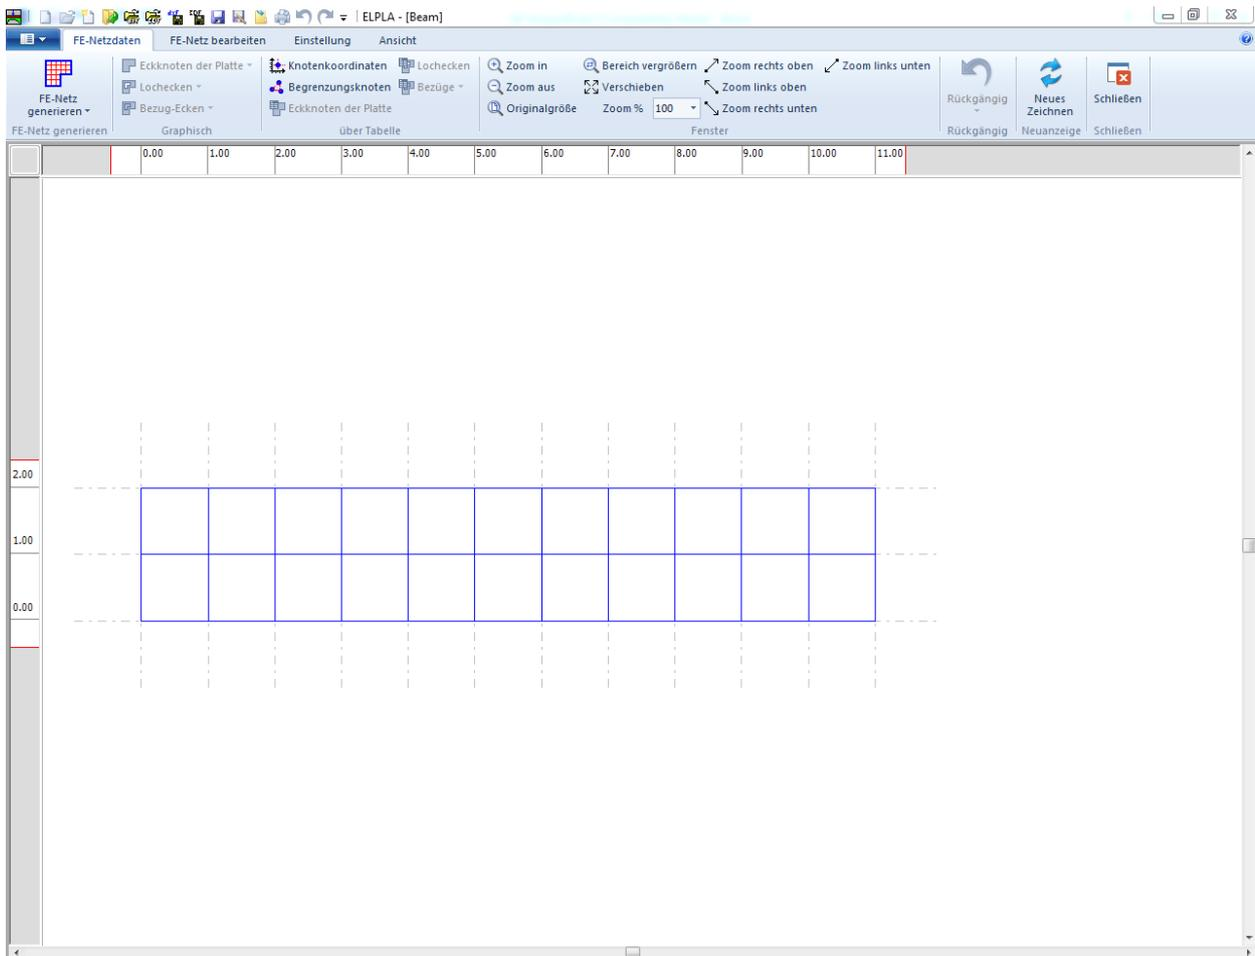

Bild 8.10 Imaginäres Netz einer rechteckigen Fläche auf dem Bildschirm
ELPLA generiert ein imaginäres FE-Netz für eine rechteckige Fläche von $L = 11$ [m] Länge und $B = 2$ [m] Breite mit viereckigen Elementen von 1.0 [m] Seitenlänge. Im Bild 8.10 erscheint dann das generierte imaginäre Netz.
- Wählen Sie "Speichern" aus dem "Datei"-Menü (Bild 8.10), um die FE-Netzdaten zu speichern
- Wählen Sie "Schließen" aus dem "Datei"-Menü (Bild 8.10), um das Fenster "FE-Netzdaten" zu schließen und zum Hauptfenster des Programms *ELPLA* zurückzukehren